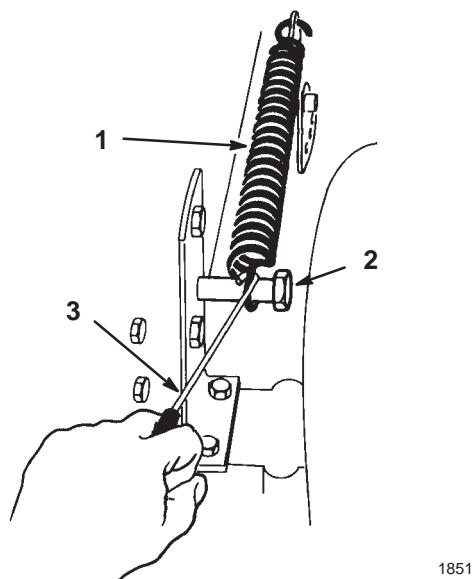

Figure 7
6. Retirez le ressort compensateur entre la patte de levage droite du plateau de coupe et le boulon de retenue (Fig. 7).